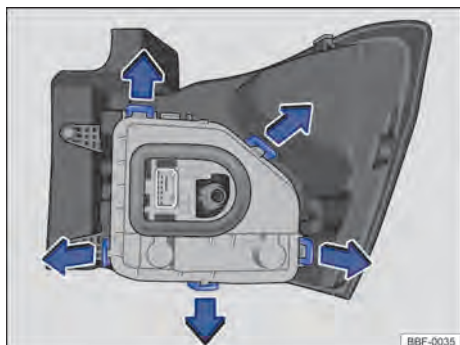

Fig. 133 Lanterna traseira: desinstalar o suporte das lâmpadas
-  Para destravar o suporte das lâmpadas, pressionar cada lingueta de travamento → Fig. 133 no sentido das setas.
-  Instalar o suporte das lâmpadas na lanterna traseira. As linguetas de travamento → Fig. 133 devem encaixar de forma audível.